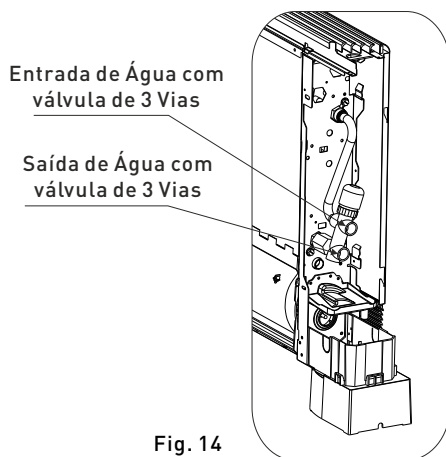
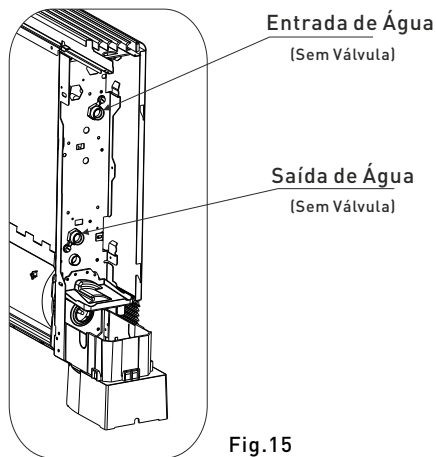

Fig. 14
Fig. 15
4.4.1 Consulte a fig. 14 e a fig. 15 para ligar as linhas de entrada e de saída